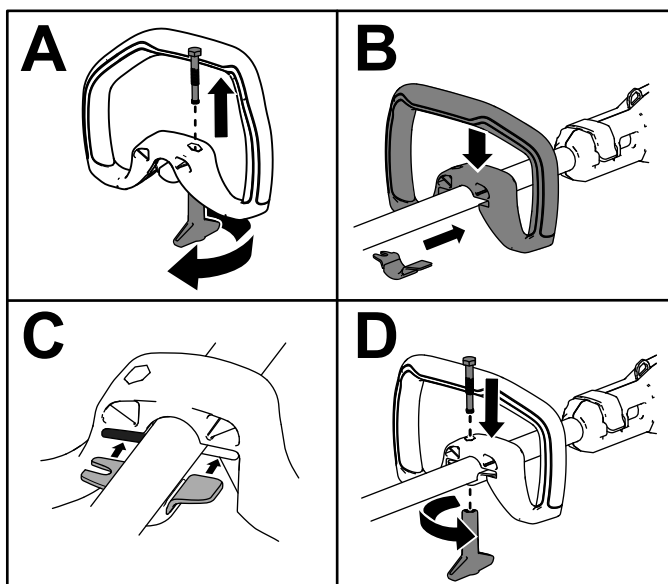

Figure 4
1. Séparez la poignée auxiliaire de son support en desserrant le bouton de verrouillage et en retirant le boulon (A de la Figure 4).
2. Alignez le support sur la poignée auxiliaire (B de la Figure 4).
3. Insérez le support dans la fente de la poignée auxiliaire (B de la Figure 4).
4. Fixez le support inférieur à la poignée auxiliaire avec le bouton de verrouillage et le boulon retiré précédemment (D de la Figure 4).